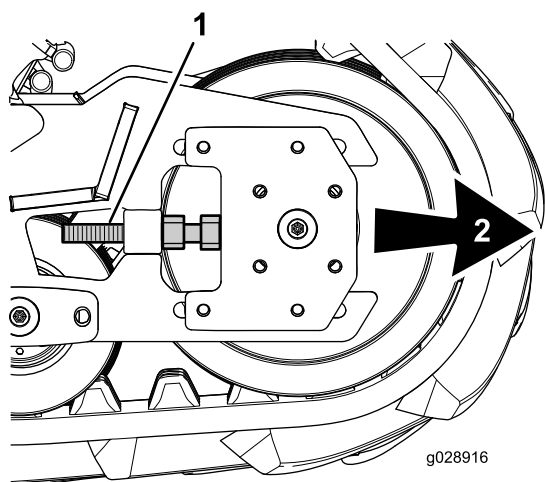

Figura 15
8. Gire los pernos de los ajustadores de oruga internos y externos hacia afuera (Figura 15) la misma cantidad, para que la tensión de la oruga sea equivalente mientras la fija en el lugar.